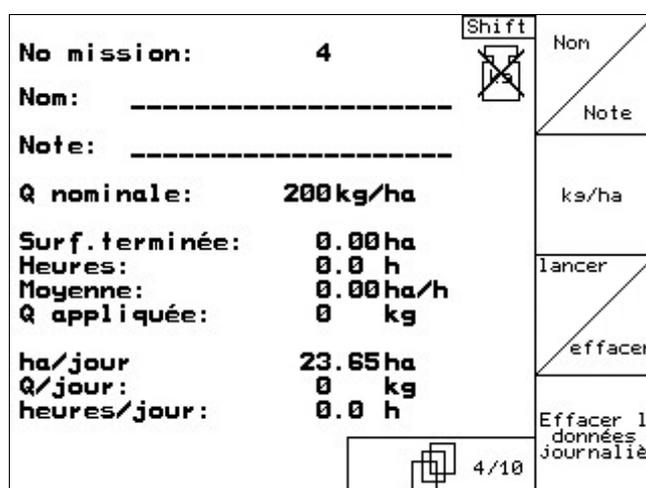

Fig. 53
- passez au Menu mission (Fig. 53).
- effacez les paramètres journaliers sur la mission démarrée (Fig. 53).